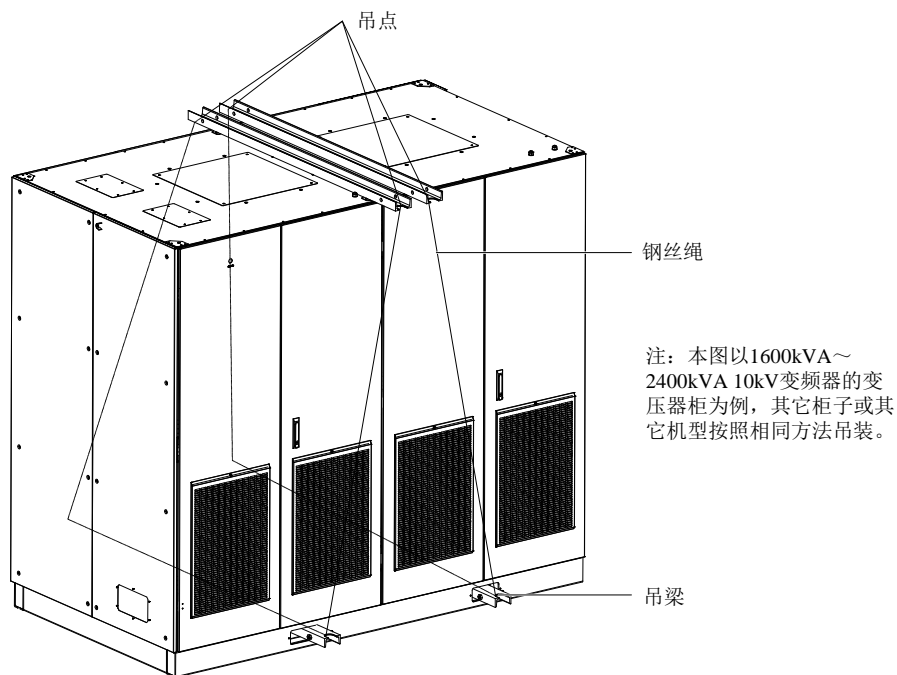

图2-7 吊装示意图
4) 用钢丝绳穿过吊装孔, 分别卡在顶部和底部吊梁两端缺口, 然后挂在吊车或倒挂葫芦的吊钩上, 如图 2-7 所示。